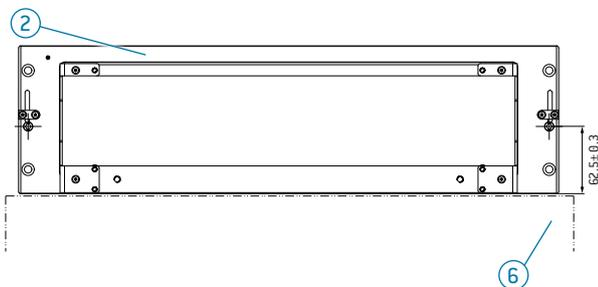
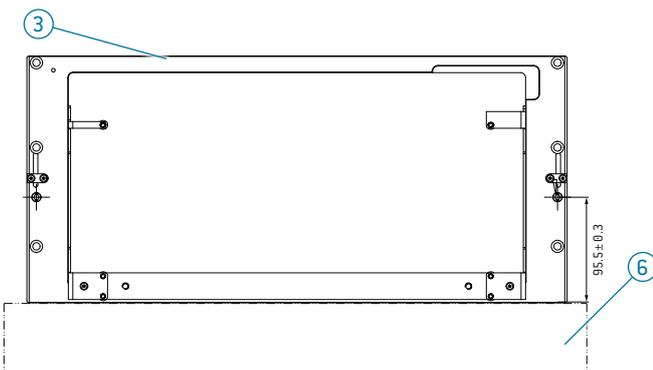

Abb.91
Abb.92
- ▶ Für die Montage einer kundeneigener Auflagemöglichkeit (6) bei einer Gr.2 Anwendung mit einer 12-Flex TWO Montageplatte ohne Tischflansch (2), muss das angegebene Maß zwischen Zentrierstift und Auflagefläche (6) des Adapters eingehalten werden.
- ▶ Siehe Abb. 91
- ▶ Für die Montage einer kundeneigener Auflagemöglichkeit (6) bei einer Gr.4 Anwendung mit einer 12-Flex TWO Montageplatte ohne Tischflansch (3), muss das angegebene Maß zwischen Zentrierstift und Auflagefläche (6) des Adapters eingehalten werden.
- ▶ Siehe Abb. 92